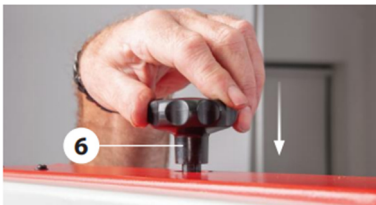

Figure 1
- Ôter l'insert de découpe classique de la table. (Fig 1)